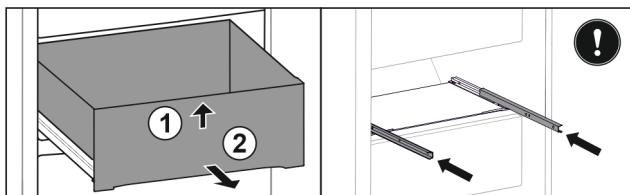

Fig. 36
- Повдигнете чекмеджето отпред. Fig. 36 (1)
- Извадете чекмеджето напред. Fig. 36 (2)